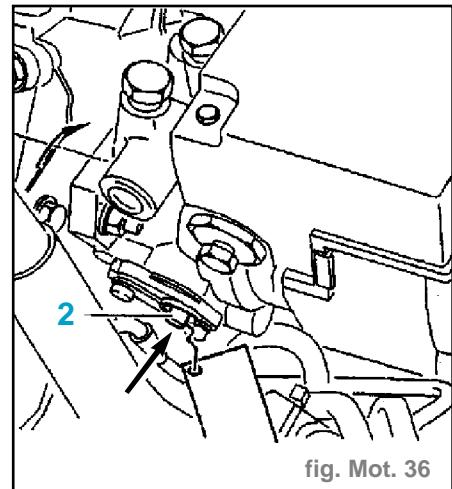

fig. Mot. 36
- Positionner l'outil (2) (0117.AR) dans l'orifice de calage (fig. Mot. 36).
- Introduire la puge (2) dans son orifice et la maintenir en place (fig. Mot. 36).